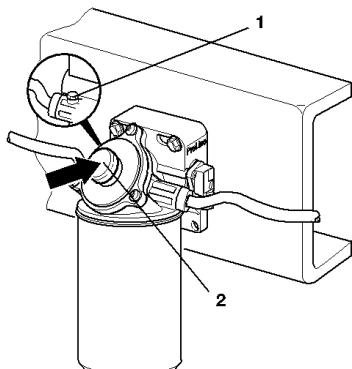

Рисунок 19 – Удаление воздуха:
- Отвернуть резьбовую пробку вентиляционного отверстия 1 (рисунок 19).